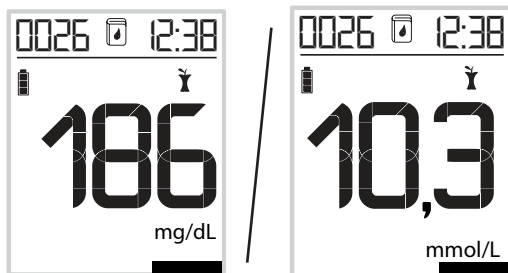
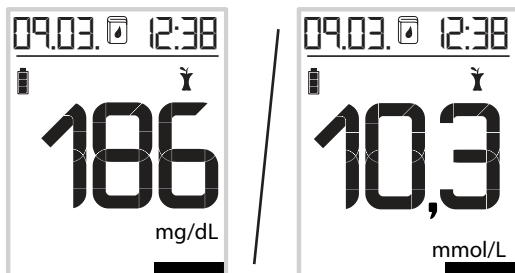

Figure 1
Figure 2
- 2 La valeur mesurée enregistrée s'affiche brièvement, avec l'unité de mesure, l'heure,  et éventuellement un marquage programmé de valeur mesurée, en même temps que le numéro de mémoire (Fig. 1). Le numéro de mémoire est alors remplacé par la date (Fig. 2).